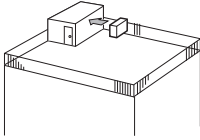

Fig. 2-4
- ① Coloque la salida de aire de frente a la pared más próxima a una distancia de unos 35 cm de ella. (Fig. 2-4)